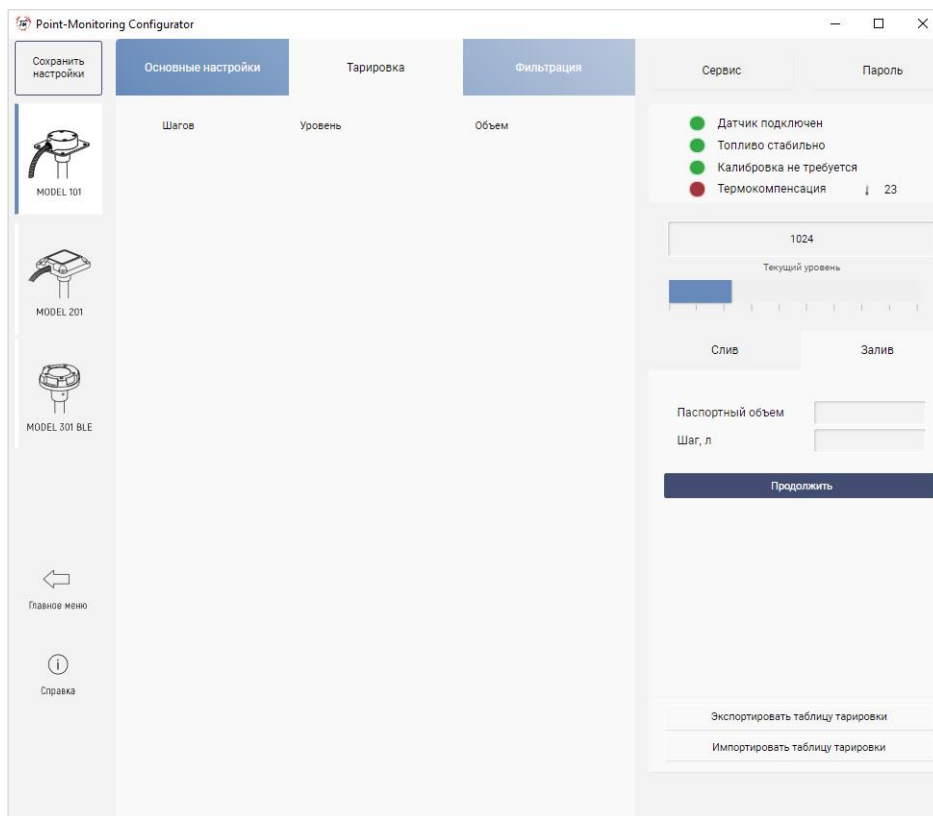

Рис.33– Окно программы с открытой вкладкой «Тарировка»
- 2) Перейдите во вкладку «Залив». Раздел тарировки примет вид, показанный на Рис.33.